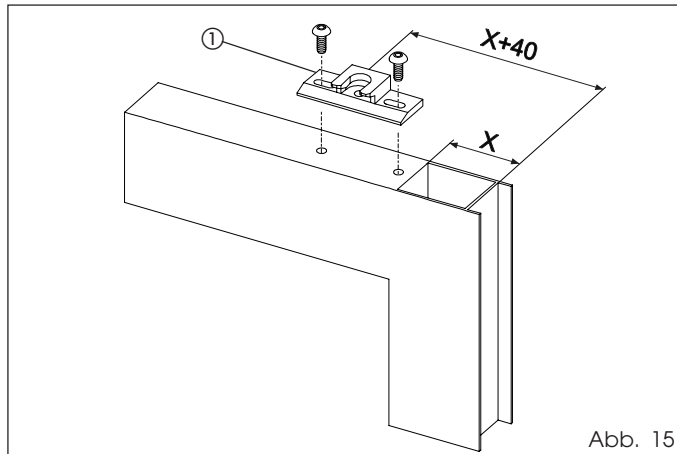

Abb. 15
Den Block für die Einkupplung der Panik-Vorrichtung (Abb. 15 Bez. ①) auf dem oberen Träger des Flügels unter Einhaltung der Maße laut Abb. 15 positionieren.